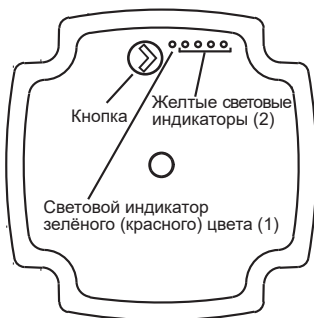

Рис. 13 Панель управления с кнопкой и пятью световыми индикаторами
Если насос обнаружит неисправность, световой индикатор (1) (см. рис. 13) изменит цвет с зеленого на красный. При этом световые индикаторы (2) (см. рис. 13) будут указывать неисправность согласно разделу 16. *Обнаружение и устранение неисправностей.*
Выбрать режим работы насоса можно с помощью кнопки на панели управления, см. рис. 13. Каждое нажатие на кнопку устанавливает следующий режим работы. Световые индикаторы на панели управления отображают установленный режим работы.